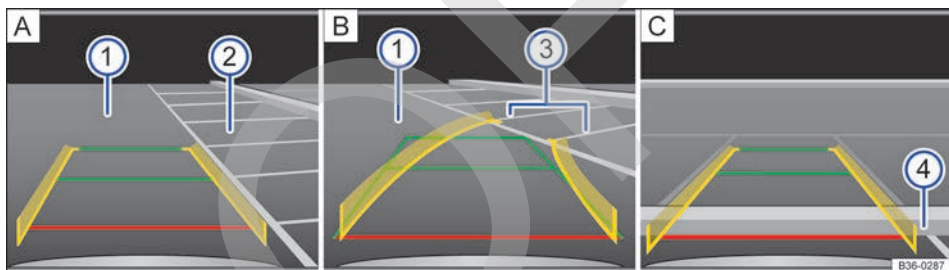

Fig. 205 Visualización en la pantalla del asistente de marcha atrás: aparcamiento en el modo 1.
Leyenda de la fig. 205:
4.	Sítue el vehículo delante del hueco de aparcamiento ② → fig. 205 A .
6.	Retroceda lentamente a la vez que gira el volante de manera que las líneas amarillas se introduzcan en el hueco de aparcamiento seleccionado a lo largo de las líneas de delimitación laterales ③ B . Tenga en cuenta el siguiente mensaje: ¡Compruebe la trayectoria! → ▲ en Introducción al tema de la pág. 254!
7.	Oriente el vehículo en el hueco de aparcamiento seleccionado de manera que las líneas verdes y amarillas coincidan con las líneas de delimitación laterales ③ del hueco.
8.	Detenga el vehículo, como muy tarde, cuando la línea roja haya alcanzado la delimitación trasera, p. ej., el bordillo de la acera ④ C .